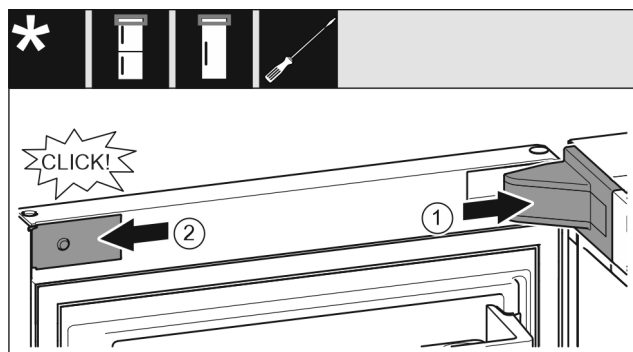

Fig. 26
- Nasadte a zaklapněte kryt stojanu ložiska Fig. 26 (1), příp. opatrně přitlačte od sebe.
- Z boku nasadte záslepku Fig. 26 (2) a zaklapněte.